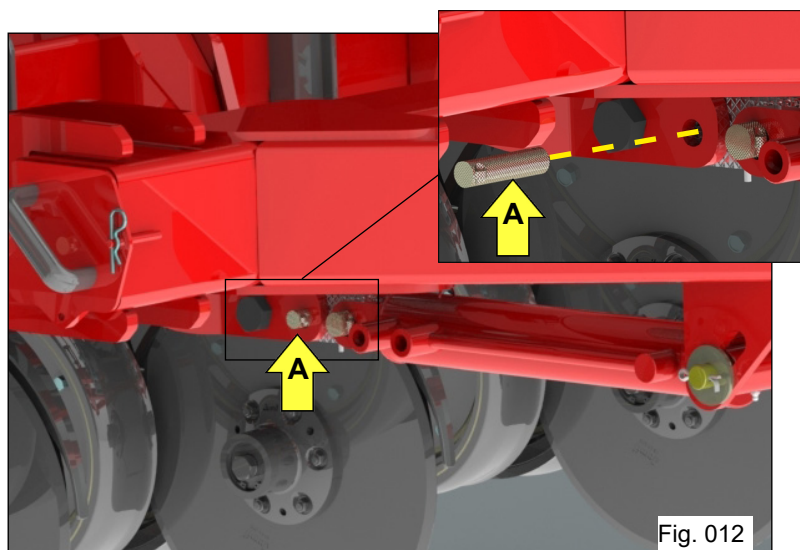
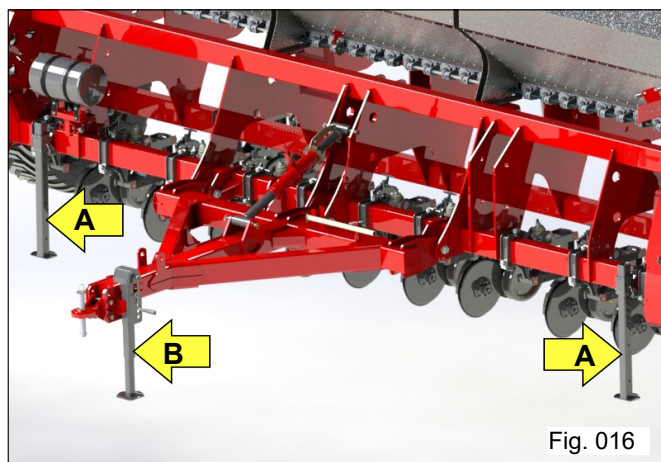

Fig. 012
Fig. 016
- 6) Se necessário, para uma regulagem mais baixa, retire o pino trava "A" que fixa o articulador do cabeçalho (Fig. 012);
Ao retornar novamente o cabeçalho para modo descanso ou transporte caminhão, coloque e prenda novamente o pino "A" no articulador do cabeçalho (Fig. 012).
Para efetuar o acoplamento da plantadora ao trator, é necessário que os pés de apoio "A" e o levante mecânico "B" (Fig. 016) estejam fixos e apoiados ao solo, após isso proceda da seguinte forma para acoplar a plantadora ao trator:
f) Depois de acoplada plantadora ao trator, acione o cilindro hidráulico, levante os pés de apoio “A” (Fig. 016) e fixe-os através do pino trava e trava de aço. Posteriormente retire o conjunto do levante fixe-o novamente ao cabeçalho conforme Fig.012 (pg. 34);